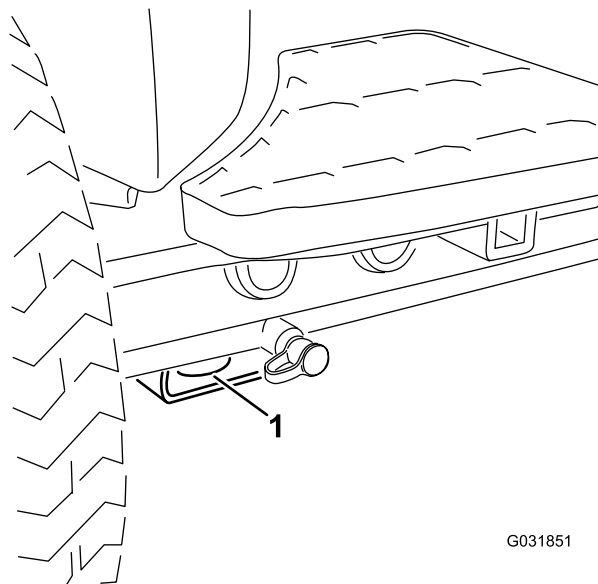
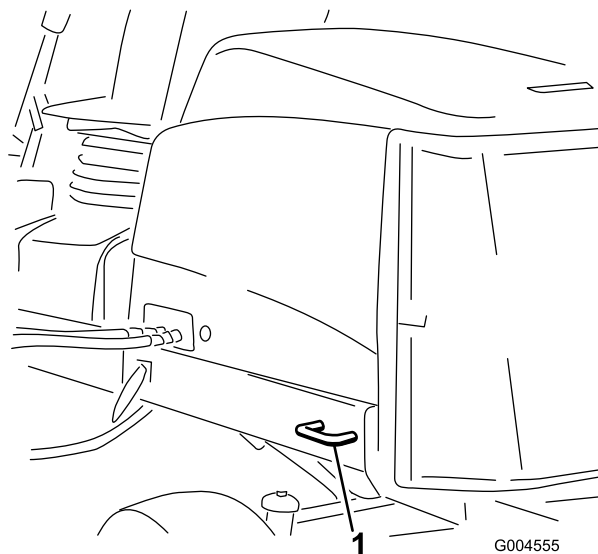

図 57
図 58
5. 機体についているロープ掛けポイントを使い、チェーンやロープ、ワイヤなど適切なものでしっかりと機体をトレーラに固定する 図 57 と 図 58。
- 前各前輪の内側、アクスルチューブの下にある四角いパッド 図 57
- 後車両の左右側それぞれの後フレーム 図 58